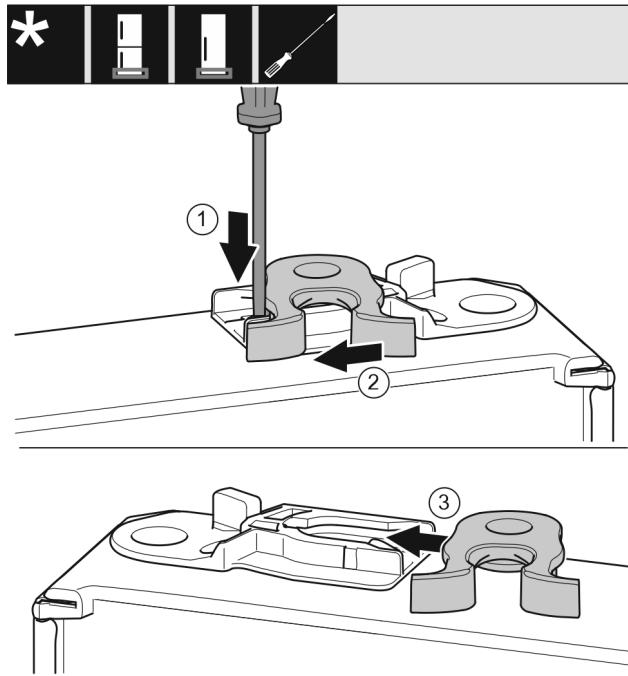

Fig. 16
- Apăsați în jos eclisa cu șurubelnita plată. Fig. 16 (1)
- Trageți cărligul de închidere din ghidaj. Fig. 16 (2)
- Împingeți pe partea opusă cărligul de închidere în ghidaj. Fig. 16 (3)